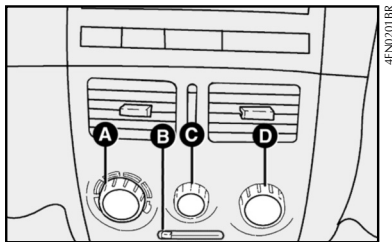

fig. 48
COMANDOS fig. 48
1) Mando para la temperatura del aire **A-fig 48** totalmente posicionado a la izquierda.
2) Cursor del ventilador **C-fig 48**: posicionado en la velocidad máxima.
3) Mando para la distribución del aire **D-fig 48** indicador en , para controlar que todas las salidas de aire estén abiertas.
4) Conecte el aire acondicionado abriendo el selector **C fig. 48**.
El aire acondicionado es muy útil para acelerar el desempañamiento porque deshumedece el aire. Es suficiente regular los mandos para la función de desempañamiento, y activar el aire acondicionado, presionando el pulsador **C fig. 48**.
1) Acondicionador de aire conectado **C** fig. 48.